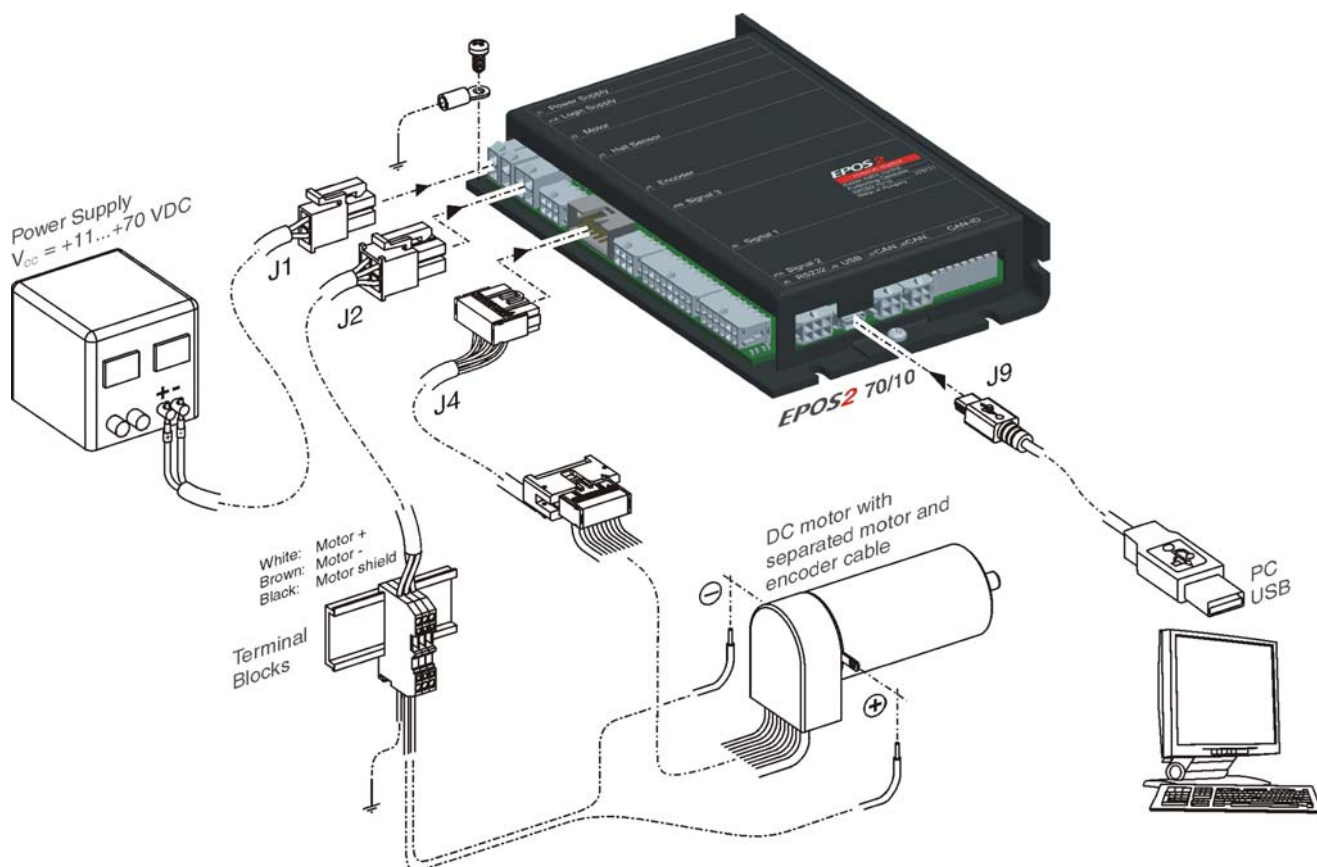

図 3-3 最小限の配線 : maxon DC motor
- 2) 下表および下図をご参考に配線作業を行って下さい。(→ 表 3-6 および 図 3-3).